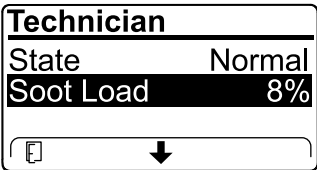

Bild 40
- Zeigen Sie die Rußlast an, die als Prozentsatz des Rußes im Dieselpartikelfilter (Bild 40) gemessen wird, siehe Tabelle für die Rußlast.